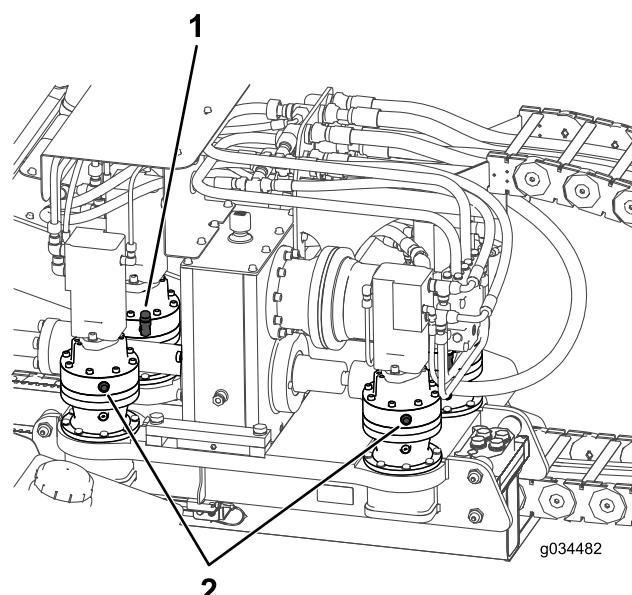

Рисунок 135
2. Проверьте уровень масла по смотровому стеклу на каждом планетарном мотор-редукторе напорного механизма (Рисунок 135).
3. Снимите крышку сапуна и долейте масло в планетарный редуктор так, чтобы уровень масла доходил как минимум до середины смотрового стекла (Рисунок 135).
2. Проверьте уровень масла по смотровому стеклу на редукторном приводе (Рисунок 135).
- Снимите крышку сапуна и долейте масло в редукторный привод так, чтобы уровень масла доходил как минимум до середины смотрового стекла (Рисунок 135).